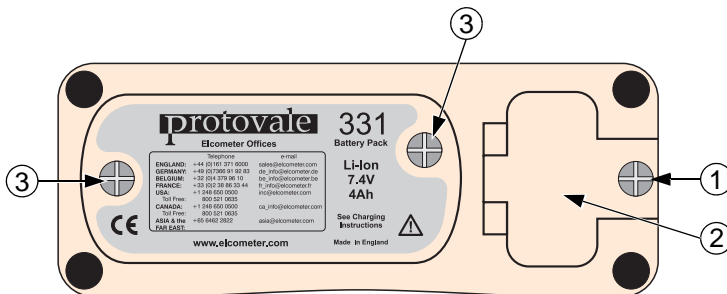

Figure 2. Face arrière du pachomètre
1. En vous basant sur la Figure 2, dévisser la vis de maintien (1) et ouvrir le Compartiment batterie (2) à l'arrière du pachomètre.
Pour retirer la batterie avant de la mettre en charge en dehors de l'instrument, dévisser les deux vis de maintien (Figure 2, pièce 3) au dos de l'instrument et retirer le pack de batteries. Pour mettre la batterie en charge après l'avoir retirée, connecter le câble du chargeur dans la prise située sur le pack (Figure 3).